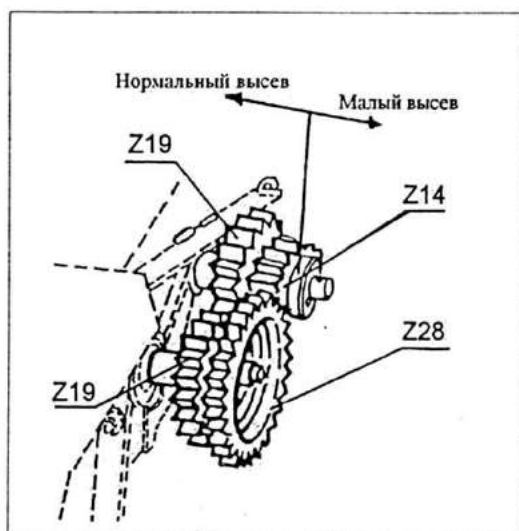
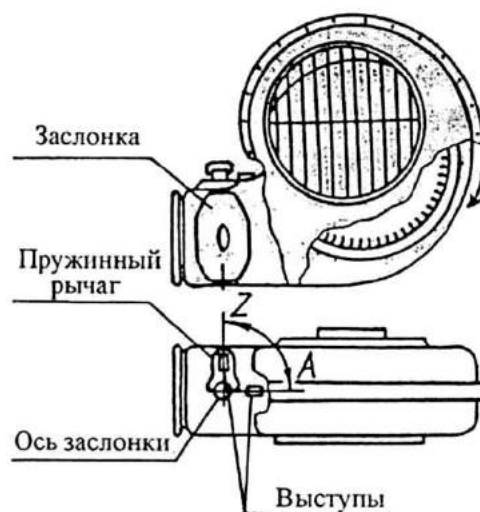
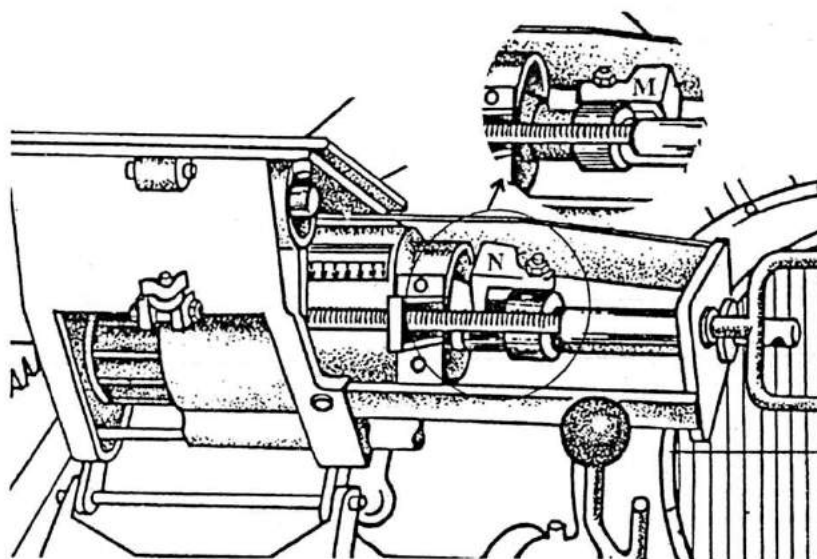

Рис. 14. Зубчатый редуктор механизма привода высевающего аппарата.
Рис. 15. Схема положений заслонки вентилятора: А – «открыто»; Z – «закрыто».
Рис. 16. Положение фиксатора муфты высевающего аппарата: N – нормальный высев; M – малый высев.
- пружинный рычаг (**рис. 15**) для поворота и фиксации на выступах кожуха заслонки вентилятора в положениях А – “открыто” и Z – “закрыто”;
6.1.2. При нормальном высеве необходимо шестерню Z 14 (**рис. 14**) перевести в положение нормального высева (завести во внутреннее зацепление с шестерней Z 19); заслонку вентилятора перевести в положение А “открыто” (**рис. 15**).
6.1.3. При высеве мелкосеменных культур необходимо шестерню Z 14 (**рис. 14**) перевести в положение малого высева (завести во внешнее зацепление с шестерней Z 28); заслонку вентилятора перевести в положение Z “закрыто” (**рис. 15**); муфту 4 (**рис. 5**) установить в крайнее левое положение (желобки закрыты) и застопорить ее фиксатором 6 в прорези вала катушки, для чего повернуть фиксатор из положения N (**рис. 16**) в положение M.
Заслонка вентилятора (рис.15)	«Z»